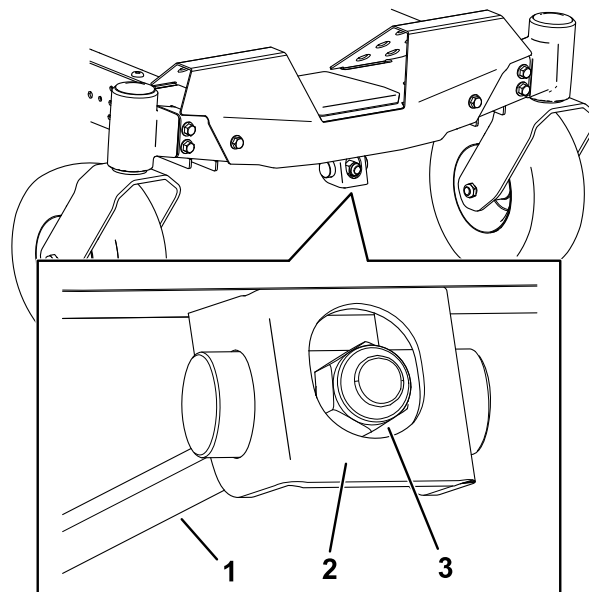

Bild 75
1. Drehen Sie die Einstellmutter an der Vorderseite des Mähers (Bild 75).